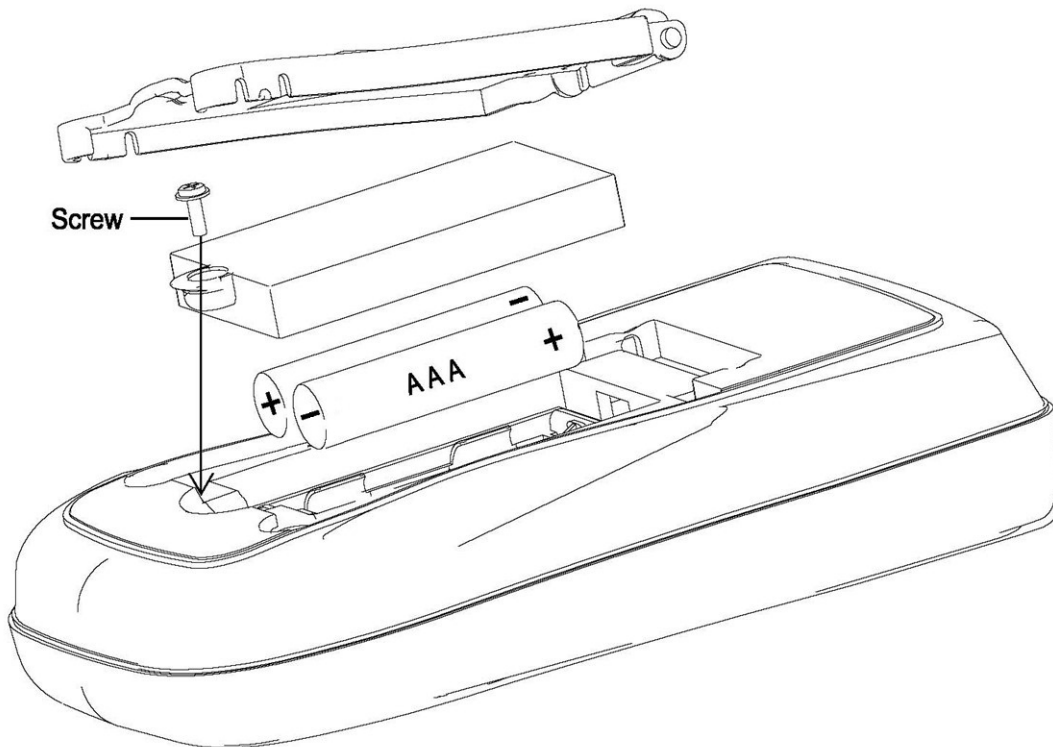

Abbildung 1.1
- 4) Ersetzen Sie die alte Batterie durch eine neue des gleichen Typs (siehe Abbildung 1.1). Beachten Sie die Polarität!